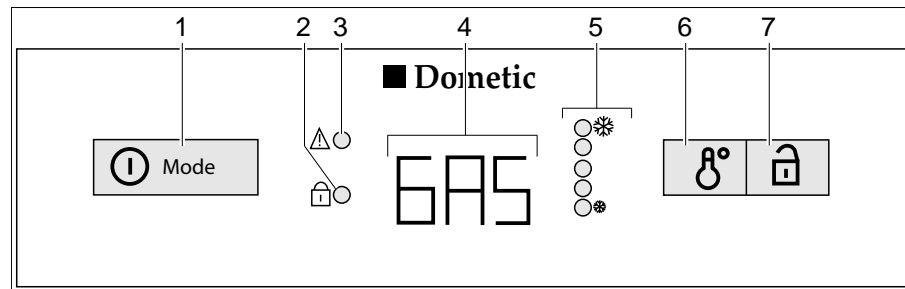

Bild 141 Bedienelemente für den Kühlschrank (Dometic 8er-Reihe mit AES)
Bei Störungen blinkt die Anzeige-LED Störung "▲" (Bild 141,3).
Wenn die 230-V-Versorgung **nicht** angeschlossen und der Fahrzeugmotor **ausgeschaltet** ist, wählt das AES die Gasversorgung. Beim Anwählen des Gasbetriebs wird die Zündsicherung automatisch geöffnet, so dass Gas zum Brenner strömen kann. Gleichzeitig wird der elektronische Zünder eingeschaltet. Erlischt die Gasflamme, z. B. durch einen Luftzug, wird der Zünder sofort aktiviert und zündet das Gas wieder an. Bei Störung im Gasbetrieb blinkt in der Betriebsanzeige (Bild 141,4) der Text "GAS".
Nach dem Einschalten wählt der Kühlschrank automatisch die mittlere Thermostateinstellung. Diese Einstellung kann manuell mit dem Schalter für die Temperatureinstellung (Bild 141,6) nachgeregelt werden. Die Anzeige-LEDs (Bild 141,5) zeigen die gewählte Thermostateinstellung an. Mit dem Schalter wird die Kühltemperatur für alle drei Energiearten eingestellt. Es dauert einige Stunden, bis der Kühlschrank die normale Betriebstemperatur erreicht hat. Beim Umschalten der Betriebsart wird die Thermostateinstellung beibehalten. Die Kühltemperatur wird unabhängig von der Energieart beibehalten.
- Den Einschalter/Energie-Wahlschalter (Bild 141,1) 2 Sekunden lang drücken, um das Gerät einzuschalten. Die zuletzt gewählte Betriebsart wird in der Betriebsanzeige (Bild 141,4) angezeigt.
- Mit dem Einschalter/Energie-Wahlschalter (Bild 141,1) die Energieart wählen.
- Die Kühltemperatur am Schalter für Temperatureinstellung (Bild 141,6) einstellen. Die Anzeige-LEDs (Bild 141,5) zeigen die gewählte Thermostat-Einstellung.
- Den Einschalter/Energie-Wahlschalter (Bild 141,1) 2 Sekunden lang drücken. Alle Anzeigen erlöschen.